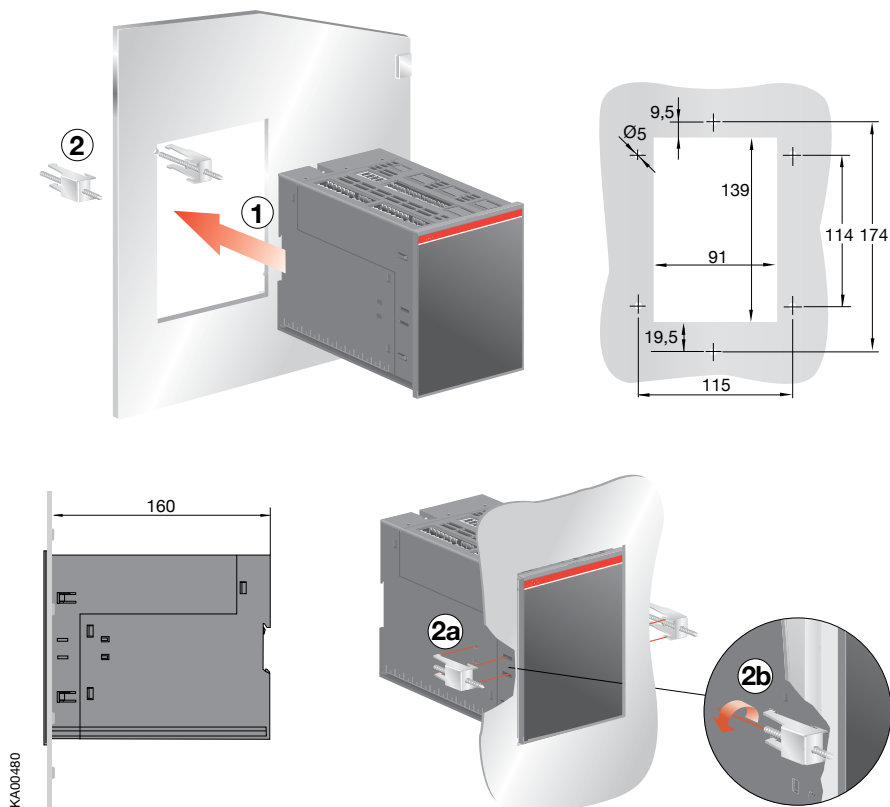

Figure 5.3 Inverseur de source automatique, montage à portillon
L'inverseur de source automatique ATS021 peut être monté à portillon, voir Fig. 5.3/① e ② . Le perçage du portillon doit être effectué comme indiqué sur la Fig. 5.3.